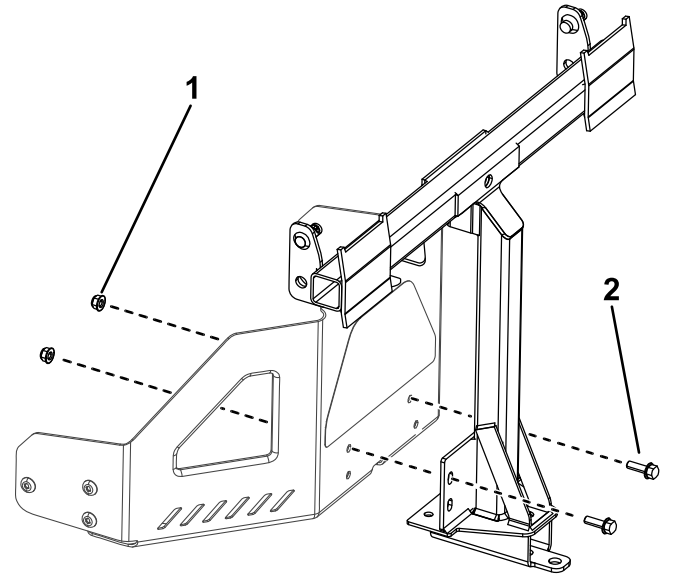

Figura 8
- Instale el bastidor de giro en el bastidor de la máquina según se muestra en Figura 8. Sujete el bastidor de giro al bastidor de la máquina usando 2 pernos (5/16" x 1") y 2 contratuercas (5/16").